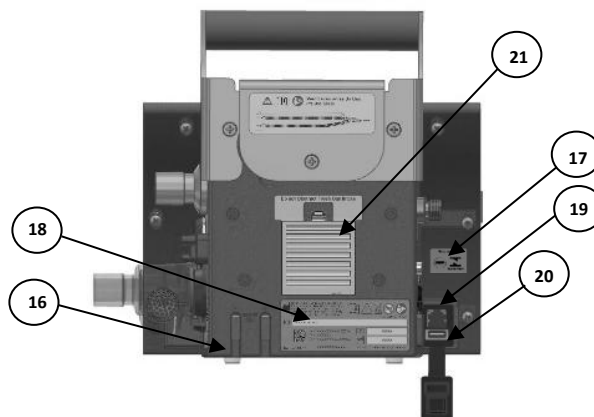

Figura 4: Vista traseira
- Abra a tampa da porta Ethernet (Figura 4, item 19) e conecte o cabo de rede Ethernet ao ventilador e ao dispositivo remoto da organização responsável.